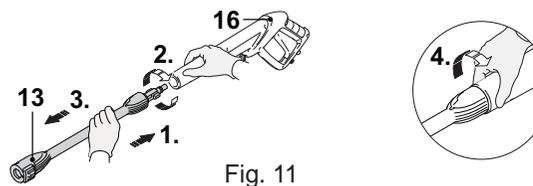

Fig. 11
1. Toujours raccorder la lance (13) quand vous utilisez la buse vario (19) (Fig. 11).